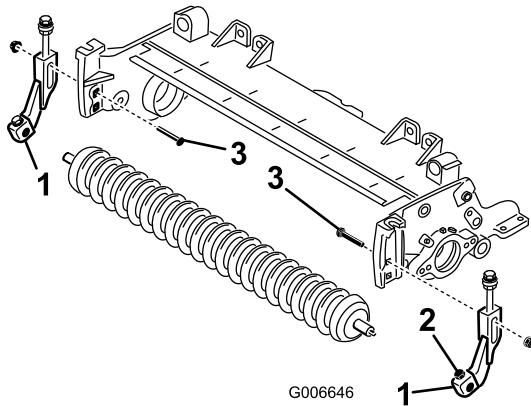

图5
注意: 如图5所示放置剪草高度支架。
9. 选择每个侧板上方的方形孔, 使用先前拆下的车身螺栓和 2 个新的凸缘螺母 (3/8 英寸), 将剪草高度支架宽松地安装到滚刀组侧板上, 位置如图 5 所示。
11. 将滚筒放在剪草高度支架的中心，用平头螺丝和锁紧螺母将其固定到支架上（图5）。